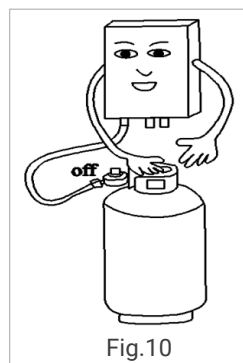

Fig.10
- Desligar a válvula de gás após cada duche (Fig.10).
- Verificar se a chama se apaga após cada duche e não se esquecer de desligar a válvula de gás (Fig.10)